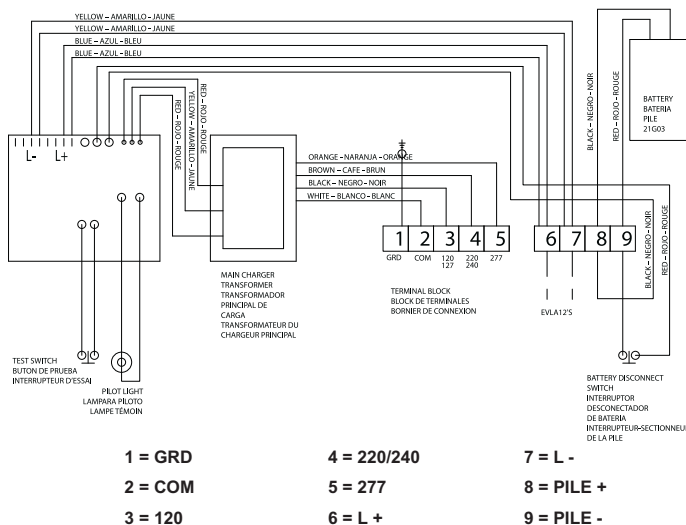

Figure 3. Schéma de câblage
- Connexion des fils d'alimentation du ou des luminaires EVLA12 aux bornes L+ (no 6) et L- (no 7). Consulter les figures 3 et 4.
3. Débrancher les fils de la pile des bornes Pile+ (no 8) et Pile- (no 9) du bornier de connexion. Consulter la figure 3.